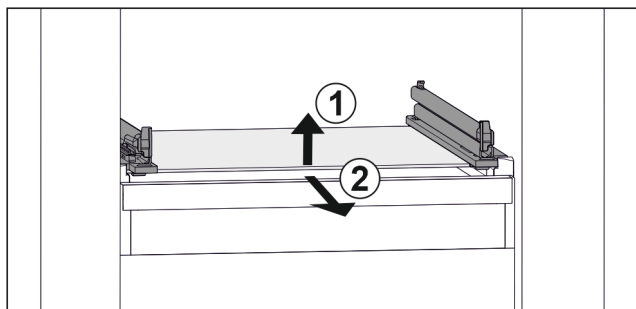

Fig. 63 Príklad zobrazenia sklenenej dosky
- ▶ Nadvihnite sklenenú dosku vpredu. Fig. 63 (1)
- ▶ Odoberte sklenenú dosku dopredu. Fig. 63 (2)